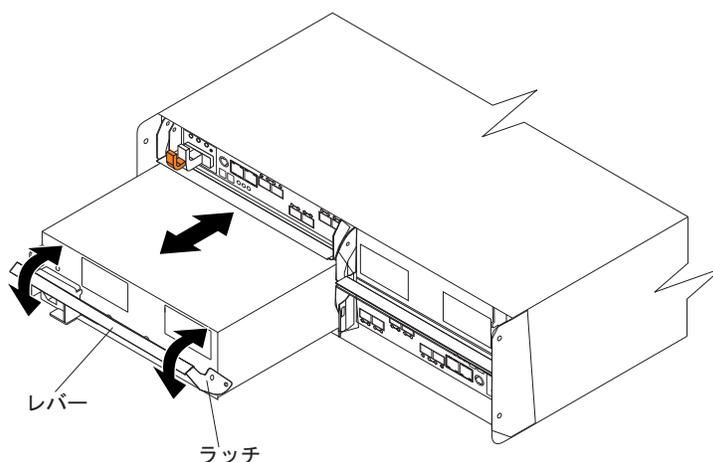

図 22. 電源機構およびファン・ユニットの再取り付け
1. 電源機構およびファン・ユニットをスライドさせてストレージ・サブシステムに入れます。電源機構およびファン・ユニットを再取り付けするために、図 22 で示すように各電源機構およびファン・ユニットのレバーがストレージ・サブシステムの内側に向かって開かれていることを確認してください。無理に差し込まないでください。電源機構およびファン・ユニットは、シャーシに正しく差し込まれるように設計されています。
**重要:** 図 22 に示すように、電源機構およびファン・ユニットをスライドさせてストレージ・サブシステムに入れる際、レバーがまっすぐ引き出されていることを確認してください。左右の電源機構およびファン・ユニットは、DS5020 シャーシ内部で反対の方向に取り付けられます。電源機構およびファン・ユニットを電源機構およびファン・ユニットのベイに完全に挿入できない場合は、電源機構ファンを 180° 反転させて再度挿入してください。